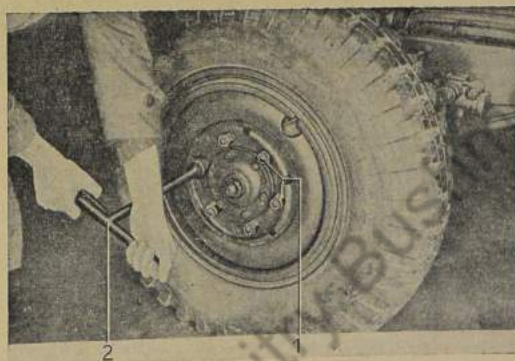

Bild 614: Rad abnehmen
3. Beide Hinterräder abnehmen (Bild 614).